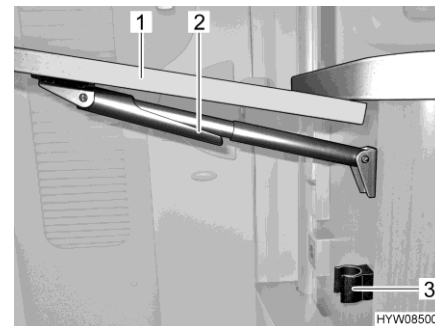

Bild 84 Fälla in klappbord till köksbänk
- Ta tag i klappbordet till köksbänk (Bild 84,1) yttre del och lyft det lätt uppåt. Med den andra handen svänger du fixeringen (Bild 84,2) vid teleskopfästet nedåt.
- Fäll bordsskivan nedåt tills teleskopfästet hakar fast i fästet (Bild 84,3).